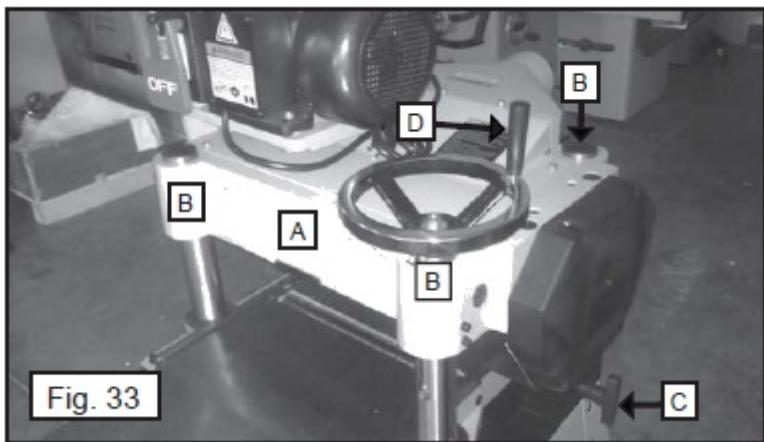

Рис. 33
Глубина резания на станке регулируется подъёмом или опусканием узла головки (A), рис. 33, в котором имеется режущий вал и подающие ролики. Узел головки (A) перемещается на четырёх колоннах, три из которых показаны на позиции (B). Для выполнения регулировки ослабить два фиксатора узла головки, один из которых показан на позиции (C), рис. 32, и вращать маховичок (D) подъёма узла головки. При вращении маховичка (D) по часовой стрелке узел головки поднимается, при вращении этого маховичка против часовой стрелки узел головки опускается. Узел головки закрепляется фиксаторами (C).